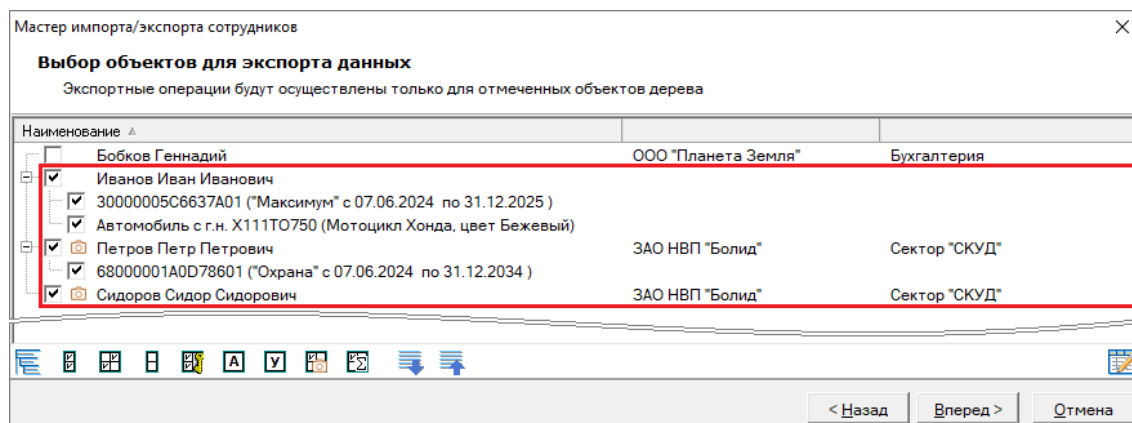

Рисунок 14-35 Выбранные для экспорта данных объекты
- выберите объекты, для которых будут осуществлены экспортные операции (см. Рисунок 14-35) – установкой флагов в соответствующих чекбоксах объектов (вручную или при помощи кнопок панели инструментов выбора объектов для экспорта данных, см. п. 14.5.3.2);